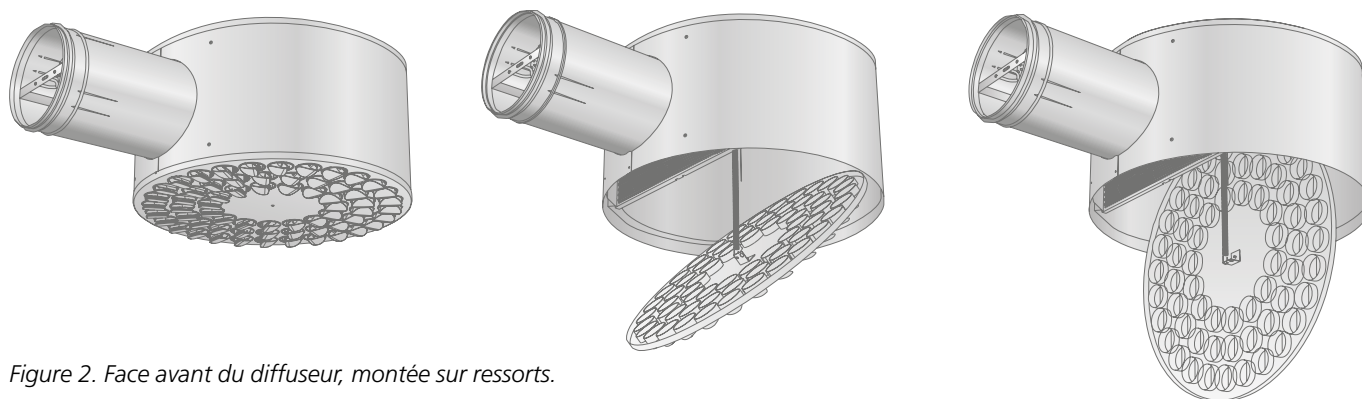

Figure 2. Face avant du diffuseur, montée sur ressorts.
- Pour accéder aux gaines, tirer légèrement la face avant du diffuseur, celle-ci étant montée sur ressorts, et la faire basculer (figure 2).